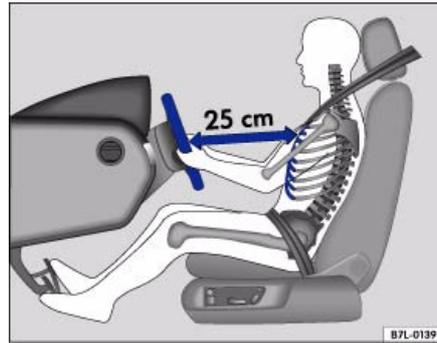

Abb. 61 Prinzipdarstellung: Die richtige Sitzposition des Fahrers
- Stellen Sie den Fahrersitz oder das Lenkrad so ein, dass der Abstand zwischen Lenkrad und Brustbein mindestens 25 cm beträgt ⇒ **Abb. 61**. Wenn Sie den Mindestabstand nicht einhalten, kann Sie das Airbag-System nicht schützen – Lebensgefahr!